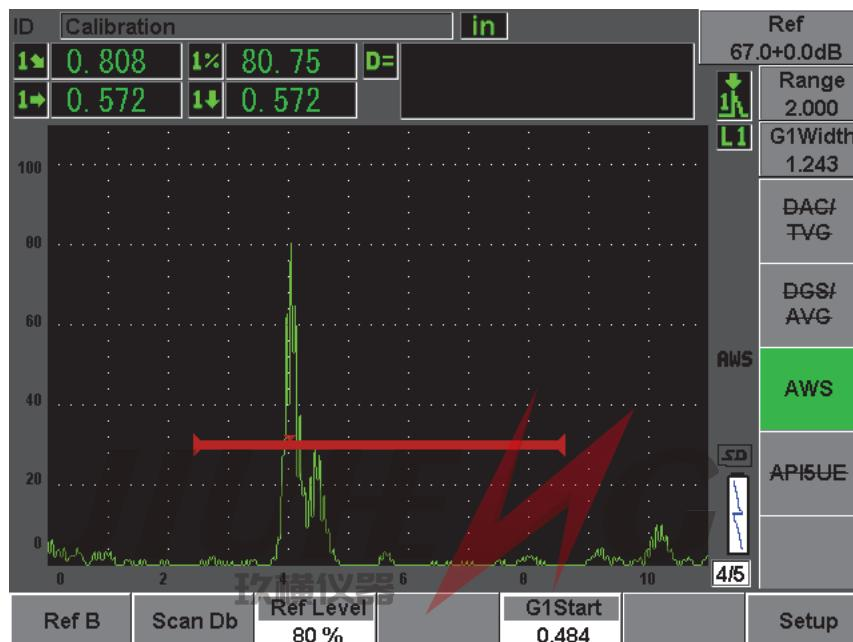

图 12-19 存储前的参考 B 值
3. 选择 AWS > Ref B (参考 B), 将闸门内反射体存储为 Ref B (参考 B) 值, 并选择 YES (是) 进行确认 (参见第 249 页的图 12-19)。